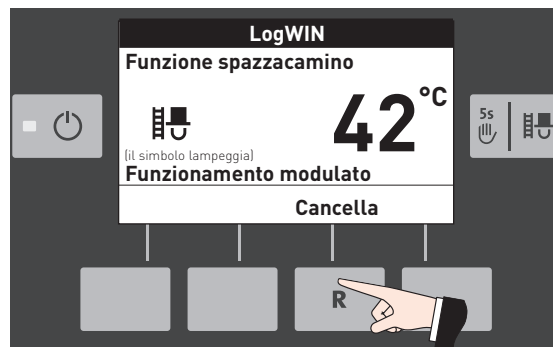

Fig. 70
- premendo il tasto **Cancella**, Fig. 70.